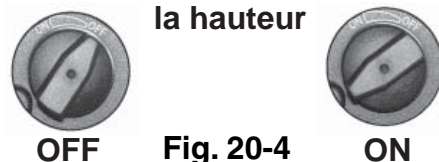

Fig. 20-4
2. Tournez le bouton de contrôle de flamme de hauteur (Fig. 20-3) dans le sens de la pleine position **ON** (Fig. 20-4) pour allumer le brûleur à BTU maximale. Après le brûleur principal s'allume, ajuster la hauteur de la flamme, comme indiqué dans la section suivante.